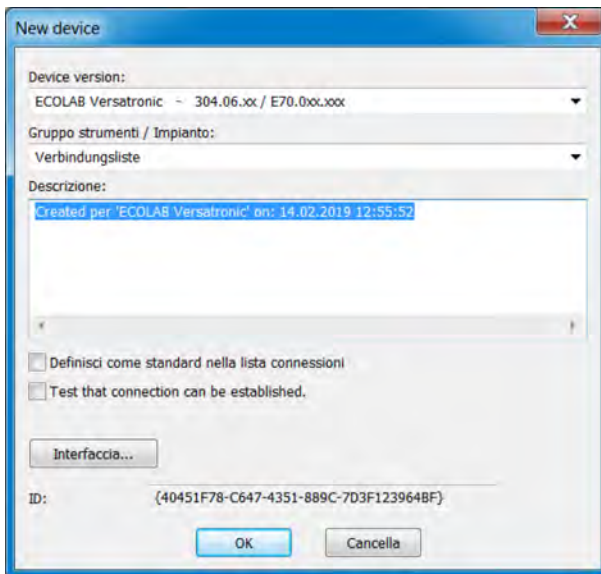

Fig. 114: Nuovo dispositivo
- 1.** ➤ Effettuare le impostazioni per il nuovo dispositivo e fare clic su "Interfaccia" (vedi Fig. 114).